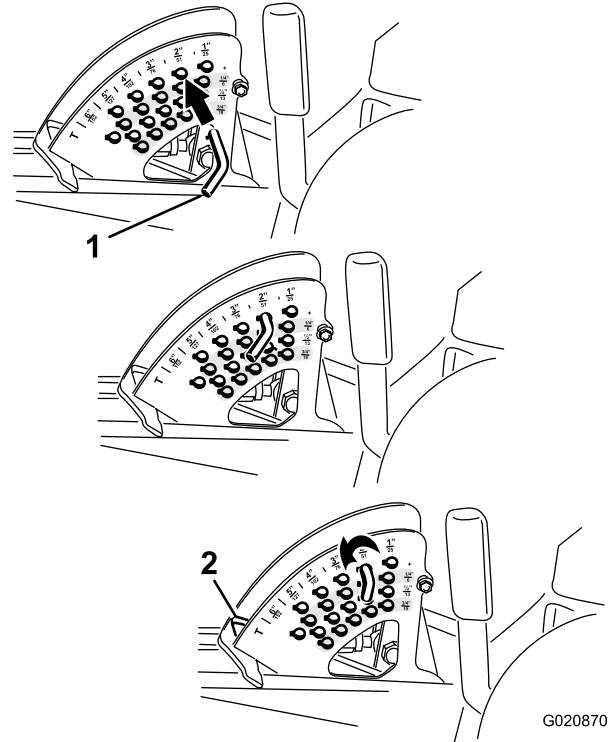

Bild 20
Hinweis: Wenn Sie das Mähwerk in der angehobenen Stellung arretieren möchten, heben Sie das Mähwerk über die 15-cm-Stellung an, nehmen Sie den Schnitthöhenanschlagstift ab und setzen Sie den Stift in die 15-cm-Schnitthöhenstellung ein (Bild 20).
2. Drehen Sie zum Einstellen den Anschlagstift so lange, bis die Linien am Spannstift mit den Schlitzen in den Löchern in der Schnitthöhenhalterung ausgerichtet sind. Nehmen Sie ihn dann ab (Bild 20).
3. Wählen Sie ein Loch in der Schnitthöhenhalterung, das der gewünschten Schnitthöhe entspricht, stecken Sie den Stift ein und drehen Sie ihn ein, um ihn zu arretieren (Bild 20).
Hinweis: Es gibt vier Reihen der Lochpositionen (Bild 20). Die oberste Reihe ergibt die Schnitthöhe, die über dem Stift steht. Die zweite Reihe ergibt die Schnitthöhe plus 6 mm. Die dritte Reihe ergibt die Schnitthöhe plus 12 mm. Die unterste Reihe ergibt die Schnitthöhe plus 18 mm. Für die Stellung von 15,8 cm gibt es nur ein Loch, das in der zweiten Reihe ist. Mit diesem Loch werden nicht 6 mm den 15,8 cm hinzugefügt.